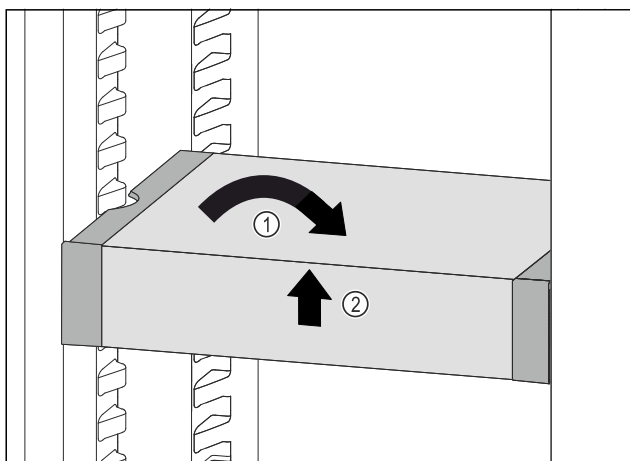

Fig. 172
- Vendosni drejt VarioSafe. Fig. 172 (1)
- Ngrini lart VarioSafe në pjesën përpara. Fig. 172 (2)